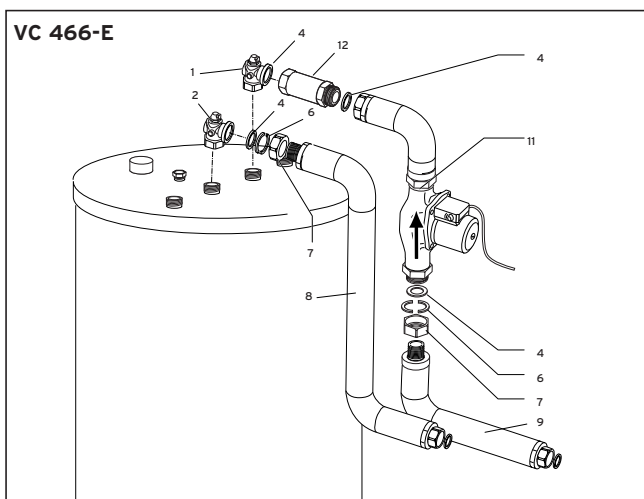

Fig. 5: Montering på beholder VIH CR 150-200, VIH CQ 150
### Montering af de korrugerede rør på beholderen (Fig. 5 og 6)
- VIH R 150-200 (se Fig. 5)
- VIH CQ 150 (se Fig. 5)
- Monter alle andre forskruinger med fladpakning ifølge Fig. 5 eller 6.
### Forklaring til Fig. 5 og 6: